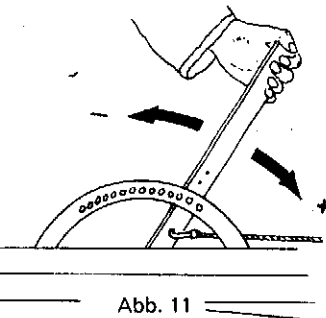

Abb. 11
32. Vorschubhebel (Abb. 11) für Stromengenregulierung nur bei eingeschalteter Zapfwelle betätigen!
- 32) The lever (Fig. 11) regulating the rate of manure feed is to be operated only when p.t.o. is engaged.
32. Ne manoeuvrer le levier de l'avance (fig. 11) pour le réglage du débit que lorsque la prise de force est enclenchée.